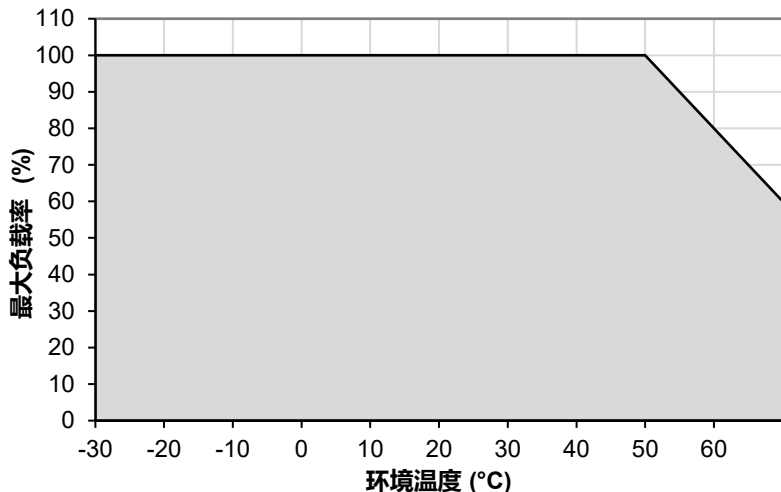

图.1 垂直安装功率降额
1. 电源如持续在降额曲线以外区间使用，可能导致零部件降级或损坏，具体参照图 1。